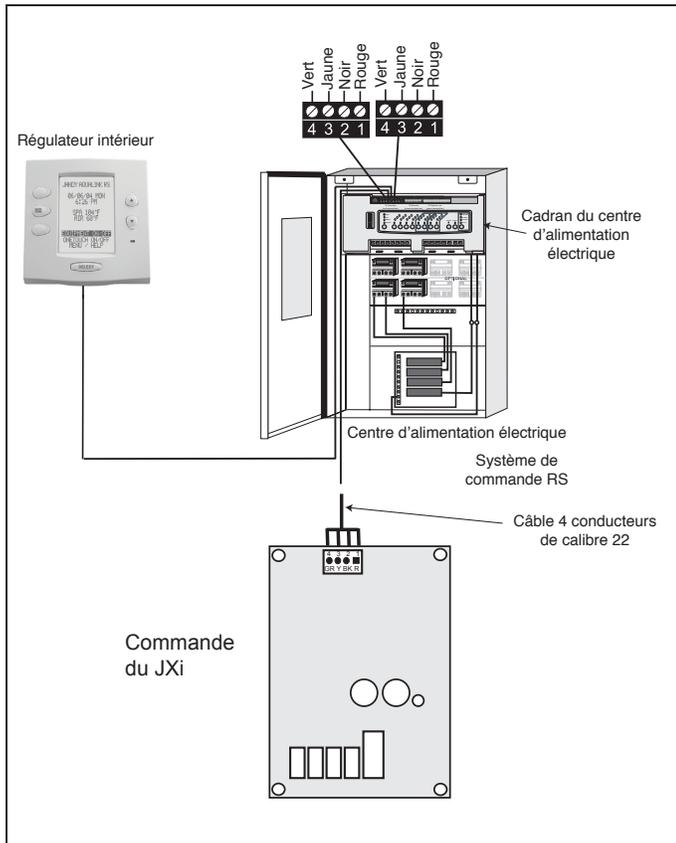

Figure 25. Câblage du JXi à une commande à distance Zodiac®
**REMARQUE** Seul un système AquaLink® RS avec un micrologiciel de de révision « N » ou supérieure prendra en charge l'interface du réchauffeur. Référez-vous au tableau 7 et aux figures 25 et 26 pour déterminer la révision (« REV ») du micrologiciel de votre système. S'il s'agit d'une révision « N » ou postérieure, poursuivez avec ces procédures. S'il s'agit d'une révision « MMM » ou antérieure, suivez les procédures de la section 6.5.2.